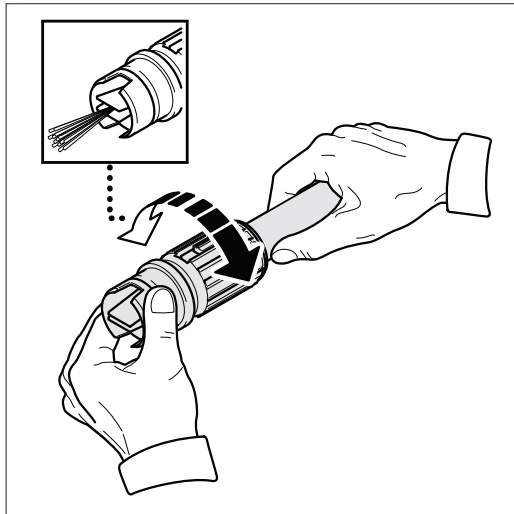

Fig. 22
- Retirez la lance ajustable. Faites tourner la buse sur la lance ajustable au réglage de jet étroit pour ouvrir les languettes. **(Fig. 22)**.